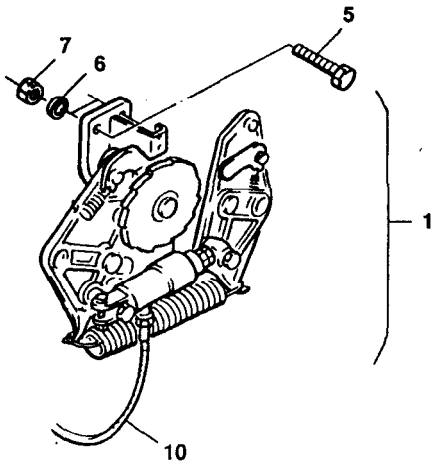

Fig. 2
1.1 Lieferumfang: hydraulisch betätigter Schaltautomat (Fig.2)